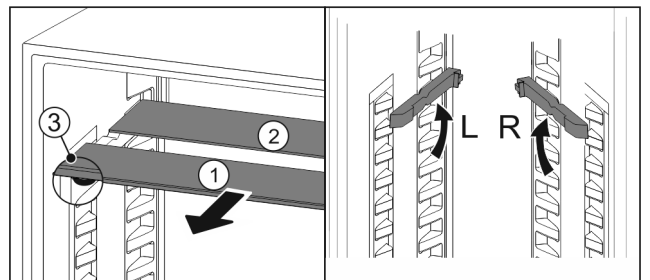

Fig. 131
- ▶ Tõmmake Fig. 131 (1) klaasplaadid üksikult ettepoole välja.
- ▷ Iluliiist klaasplaat Fig. 131 (1) asub ees.
- ▷ Pidurid Fig. 131 (3) on suunatud allapoole.